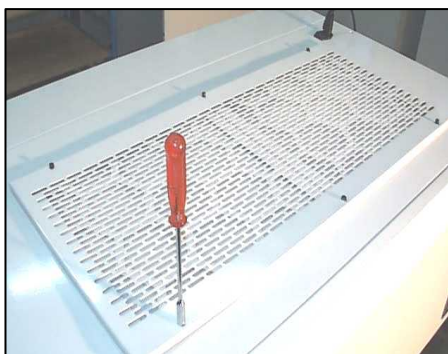

Fig. 36
- a) Quitar la rejilla de aspiración y los prefiltros (Fig. 36 y 37).